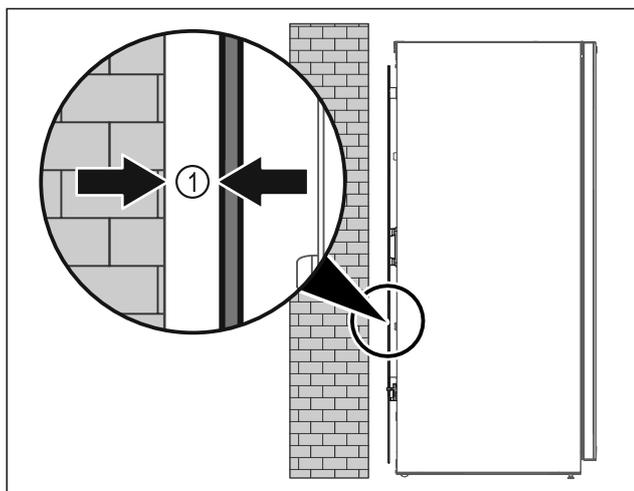

Fig. 8
► Zariadenie inštalujte voľne v priestore alebo priamo na stenu v minimálnej vzdialenosti 5 mm Fig. 8 (1).